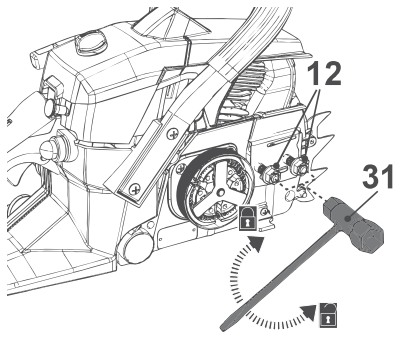

Fig. 1
2. Afloje las tuercas de retención (12) con la multiherramienta (31) y retírelas (Fig. 1).